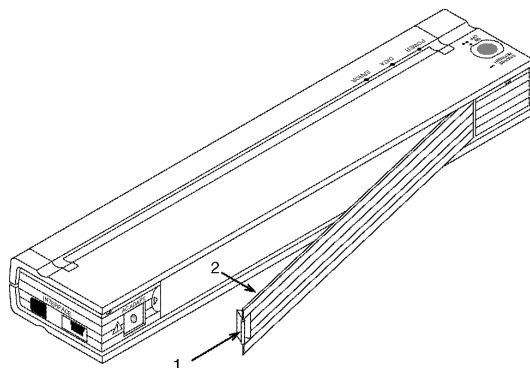

Figura 10. Apertura dello sportello della batteria
1. Aprire lo sportello della batteria della stampante premendo il fermo. Allontanare il coperchio dal vano dell'adattatore c.a. Vedere Figura 10.